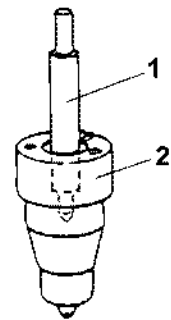

Рис. 34
Прочистите игольчатый клапан с помощью топлива и вставьте наконечник игольчатого клапана (Рис. 34, (1)) (на 1/3 всей длины). Убедитесь, что игольчатый клапан опускается под действием своего веса.